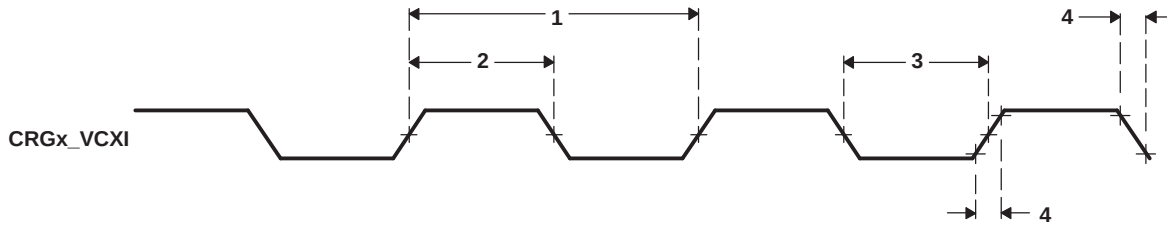

**Figure 7-48. CRGx\_VCXI Input Timing**
**Table 7-57. Timing Requirements for CRGx\_VCXI Input (see Figure 7-48)**